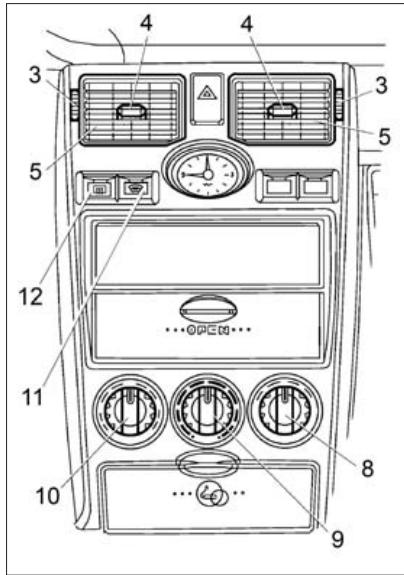

Рис. 41. Переключатели обогрева
8 – правый поворотный переключатель (рис. 41):
- регуляторами управления заслонками сопел 3 и ручками регулировки направления воздушного потока 4 (рис. 41) направить воздух в салон.
Для включения кондиционирования необходимо нажать на клавишу 6 (рис. 41а), при этом загорается контрольный индикатор, встроенный в клавишу переключателя.
1 – центральные сопла вентиляции (рис. 41а);
Рис. 41а. Органы управления
Направление потока воздуха регулируется ручками 3 (рис. 41а) направляющих лопаток центральных сопел путем изменения положения заслонок вверх или вниз, а регуляторами 2 управления заслонками сопел поток воздуха открывается или перекрывается полностью.
В зависимости от положения температурного переключателя 9 (рис. 41а) через сопла вентиляции обеспечивается поступление в салон холодного или подогретого воздуха. Для увеличения притока свежего воздуха рекомендуется включить электровентилятор отопителя рукояткой 5 управления скоростью потока воздуха и установить рукоятку 7 управления направлением потока воздуха в положение – «вентиляция салона».